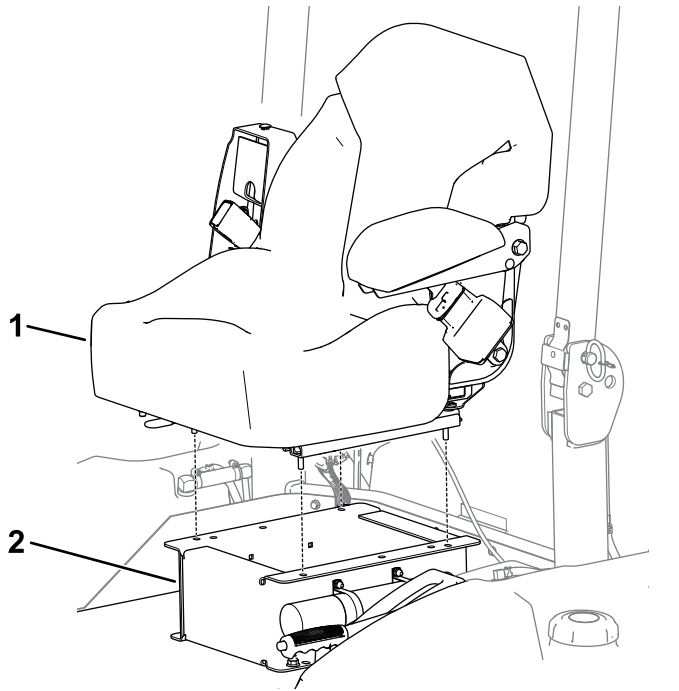

図 4
- 図 4はグランドマスター 3200 と 3300 の場合